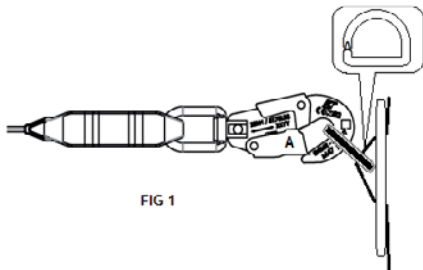

FIG 1
5. L'estremità della cinghia retrattile è collegata al punto di fissaggio dorsale dell'imbracatura dell'anticaduta per mezzo di un connettore con doppia linguetta di sicurezza (M47) conforme alla norme EN 362:2004 (fig.1). L'uso di una prolunga tra l'anticaduta e l'imbracatura non è consentito. Il blocfor™ 1.8 può essere collegato al punto di ancoraggio nella parte anteriore e posteriore del cablaggio. NB: è consigliato e più comodo collegare blocfor™ 1.8 al punto di ancoraggio posteriore dell'imbracatura.
5. A extremidade da correia retráctil é amarrada ao ponto de fixação dorsal do arnês antiqueda com a ajuda de um conector com duas linguetas de segurança (M47), em conformidade com a norma EN 362:2004 (fig.1). É proibido utilizar um extensor entre o antiqueda e o arnês.
5. Το άκρο του ιμάντα συνδέεται στον κατάλληλο δακτύλιο σχήματος D της εξάρτησης ασφαλείας στην πλάτη μέσω μόνιμου αυτόματου συνδέσμου (M47) σύμφωνα με το πρότυπο EN 362:2004 (fig.1). Απαγορεύεται η χρήση επέκτασης μεταξύ του δακτυλίου σχήματος D της εξάρτησης ασφαλείας και του blocfor. Το blocfor™ 1.8 μπορεί να συνδεθεί στο σημείο αγκύρωσης στο μπροστινό και πίσω μέρος της πλεξούδας. Σημείωση: Συνιστάται και πιο άνετη η σύνδεση του blocfor™ 1.8 με το πίσω σημείο αγκύρωσης της καλωδίωσης.